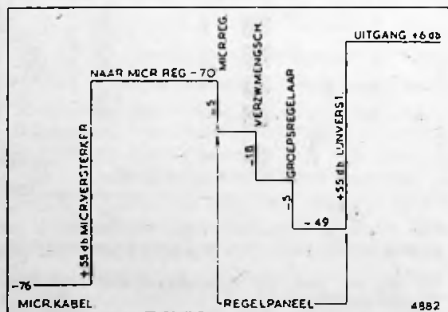

Fig. 2. Niveau-diagram
M.P. zijn boven op het chassis gemonteerd, zie hiervoor fig. 2.
Het spanningsniveau op verschillende punten van de installatie is voor de laagste microfoonspanningen grafisch uitgezet in het niveau-diagram van fig. 2.